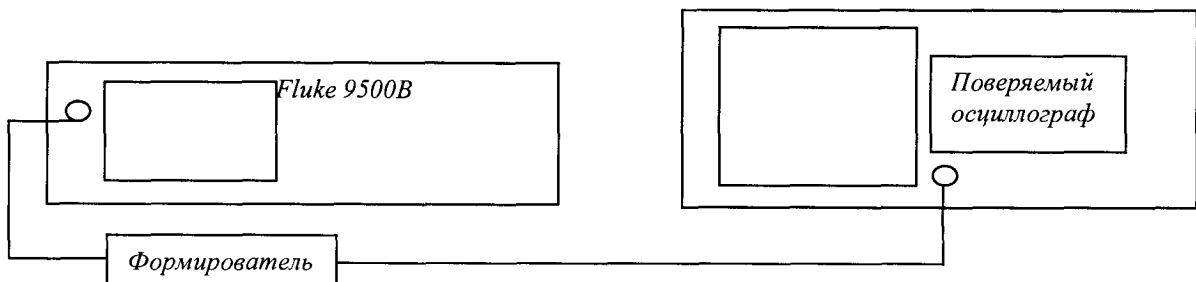

Рис.1.
7.3.1. Определение погрешности измерения напряжения производится с помощью калибратора осциллографов Fluke 9500B с использованием формирователя 9530 по схеме рис.1.
7.3.2. Определение времени нарастания переходной характеристики (ПХ) производится в соответствии со схемой рис.1. с использованием формирователя, указанного в таблице 4.
7.3.3. Определение погрешности измерения периода (частоты) проводят методом прямых измерений частоты нулевых биений сигналов АЦП осциллографа с использованием генератора синусоидального напряжения калибратора осциллографов Fluke 9500B в соответствии со схемой рис.1.